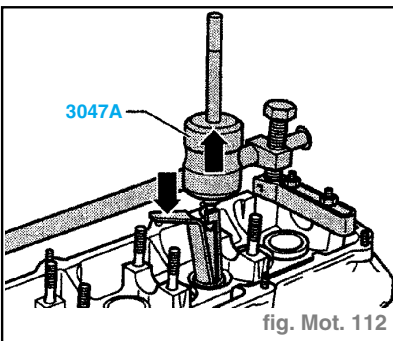

fig. Mot. 112
- Extraire les étanchements des tiges de soupapes avec **3047A** (fig. Mot. 112).